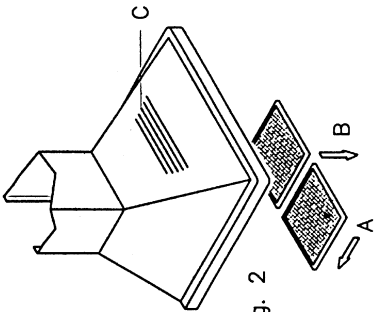
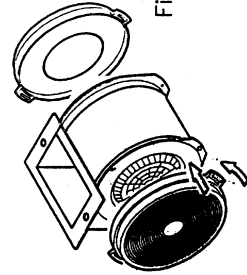
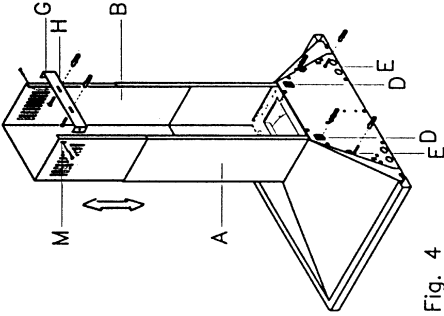

Fig. 2
Fig. 3b
Fig. 4
Hetten er ment å skulle festes på veggen. Plasser hetten minst 55 cm over elektrisk komfyrtopp. Fjern metallfiltrene (Fig. 2). Plasser hetten mot veggen og merk av på veggen posisjonen for støttehullene **D** og forankringshullene **E** (Fig. 4).
Ta de to dekslene **A** og **B** (Fig. 4), plasser bunnen av deksel A på toppen av hetten. Løft den flyttbare delen B opp til taket; sjekk at den er i rett vinkel til hetten. Merk av for sidene på det flyttbare dekselet B og sett det så ned. Ta festebraketten **G** (Fig. 4), sentrer den i forhold til merkene som ble laget tidligere ved å holde den i kontakt med taket, og merk så for festehullene (H). Bruk en 6 mm bor og bor to hull i referansemerkene som ble laget tidligere.
Sett inn skrueluggene levert med enheten, sett braketten G i posisjon og fest den med skruene som følger med. Løft deksel **B** opp til taket og fest det til braketten G ved å sette inn skruene som følger med, i hullene **M** (Fig. 4).
Kullfiltrene er ekstrautstyr. Press hendelen til metallfilteret bakover til det løsner fra huset i forkant **A** (Fig. 2), og fjern det ved å presse nedover **B** (Fig. 2). Tilpass det aktive kullfilteret **O** (Fig. 3a) til høyre side av vifteenheten. Pass på at hullene passer til tappene på sugeenheten, og drei det mot klokken til det smekker på plass (Fig. 3b). Følg samme prosedyre for å sette på plass det venstre filteret ved å dreie det mot klokken.
Hetten er ment å skulle festes på veggen. Plasser hetten minst 55 cm over elektrisk komfyrtopp. Fjern metallfiltrene (Fig. 2). Plasser hetten mot veggen og merk av på veggen posisjonen for støttehullene D og forankringshullene **E** (Fig. 4).
Ta de to dekslene **A** og **B** (Fig. 1 og 4), plasser bunnen av deksel A på toppen av hetten. Løft den flyttbare delen B opp til taket; sjekk at den er i rett vinkel til hetten. Merk av for sidene på det flyttbare dekselet B og sett det så ned. Ta festebraketten **G** (Fig. 4), sentrer den i forhold til merkene som ble laget tidligere ved å holde den i kontakt med taket, og merk så for feste-hullene (H). Bruk en 6 mm bor og bor to hull i referansemerkene som ble laget tidligere.
Sett inn skrueluggene levert med enheten, sett braketten G i posisjon og fest den med skruene som følger med. Løft deksel B opp til taket og fest det til braketten G ved å sette inn skruene som følger med, i hullene **M** (Fig. 4).